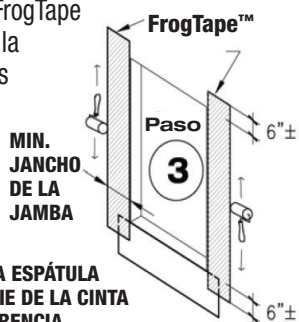

Figura 4 Aplique el tapajuntas de umbral en la jamba.
Paso 3. Corte previamente la cinta tapajuntas de jamba FrogTape para que se extienda un mínimo de 6 in por encima y por debajo de la abertura rugosa en la pared. Despegue el revestimiento de liberación y adhiera la cinta el tapajuntas de jamba FrogTape Pro Grade sobre las aletas de la jamba y encima del tapajuntas de umbral FrogTape (ver la Figura 4). Utilice un rodillo o una espátula sobre toda la superficie de la cinta para asegurar la adherencia.